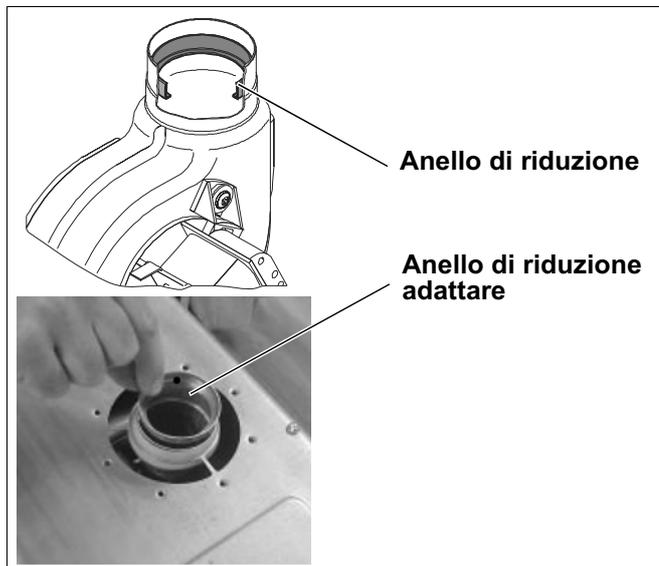

Fig. 16 Adattare l'anello di riduzione
- Il sistema di scarico con un diametro di 80 mm ed una lunghezza fra 0,5 m e 4 m, deve essere inserito un anello di riduzione con diametro di 42 mm, (44 mm per SMILE 28/60 lt.) nell'adattatore dell'uscita ventilatore (fig. 16). L'anello di riduzione e' fornito assieme alla caldaia, contenuto in una busta di plastica.